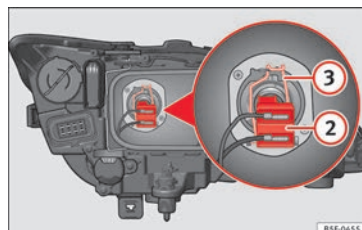

Fig. 104 Feux de croisement.
- Retirez le connecteur » **fig. 104 ②** de l'ampoule.
- Décrochez le ressort entrebâilleur » **fig. 104 ③** en le pressant vers l'intérieur et vers la droite.